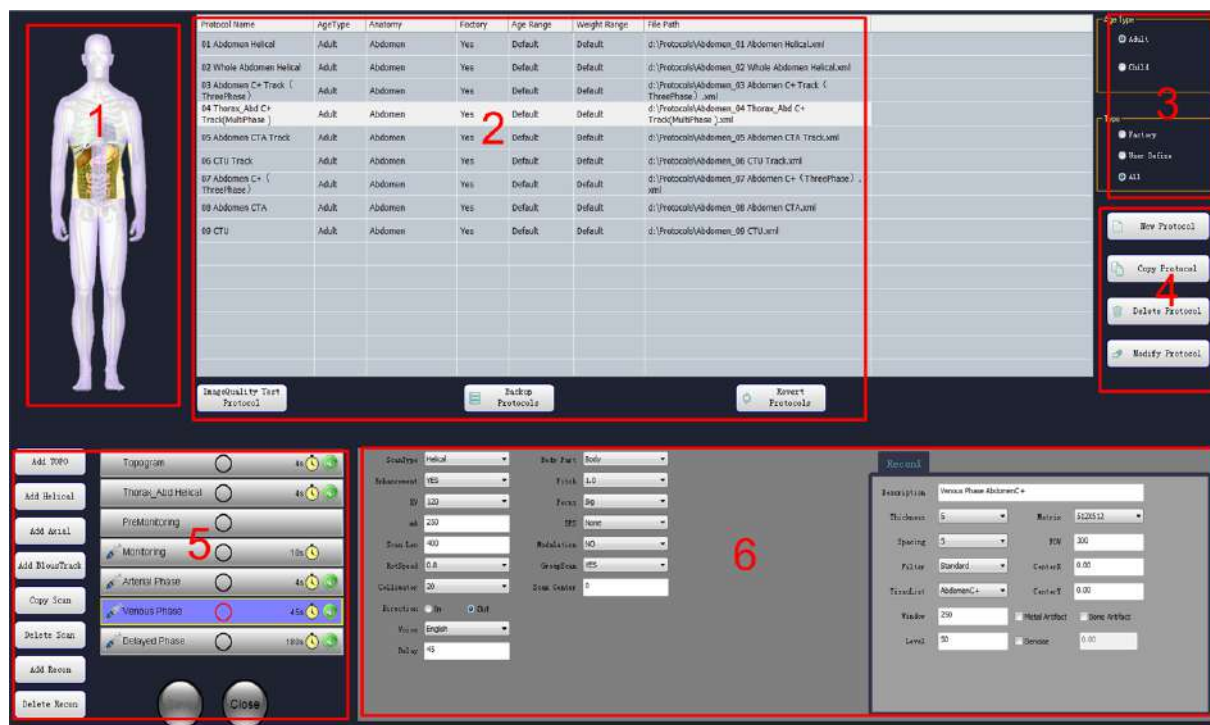

Рисунок12-1 Интерфейс управления протоколом
1. Открыть интерфейс [Protocol] /*Протокол*/, как показано на Рисунок12-1.